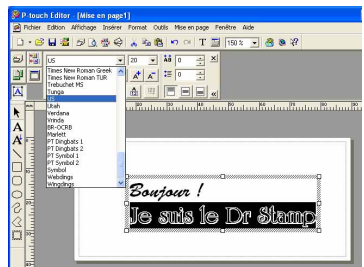

figure 7
- 3 Dans la liste déroulante « Police », sélectionnez la police souhaitée (voir la figure 7).